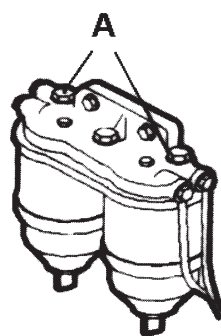

Рис. 6.4
2. Ослабьте воздушный винт (А), расположенные на корпусе топливного фильтра при помощи подходящего ключа (см. рис. 6.4).